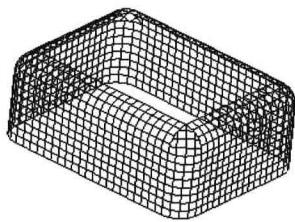

图 1.3
(3) 按住 Ctrl 键，移动鼠标，使光标置于“伸出项”特征的一个曲面上，该曲面预选加亮，按右键稍作停顿，在快捷菜单中选择“从列表中拾取”命令，单击鼠标右键切换到“伸出项”特征目的曲面，松开 Ctrl 键，单击鼠标中键。
(4) 在工具栏中单击 按钮，然后单击 按钮。
(5) 单击鼠标中键。如图 1.3 所示为复制的曲面。